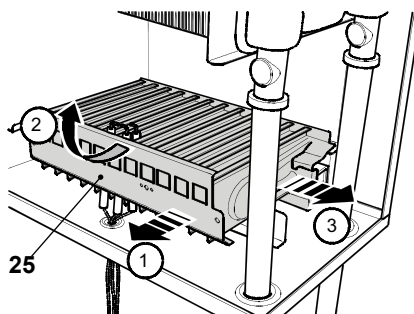

Figura 8.3
- Togliere il bruciatore 25 in Figura 8.3 sfilandolo verso sinistra, ruotandolo verso l'alto e tirandolo frontalmente.